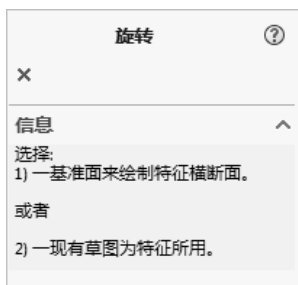

图 6.4.6 “旋转”对话框
Step2. 选择命令。选择下拉菜单 **插入(I)** → **曲面(S)** →  **旋转曲面(R)...** 命令, 系统弹出如图 6.4.6 所示的“旋转”对话框。